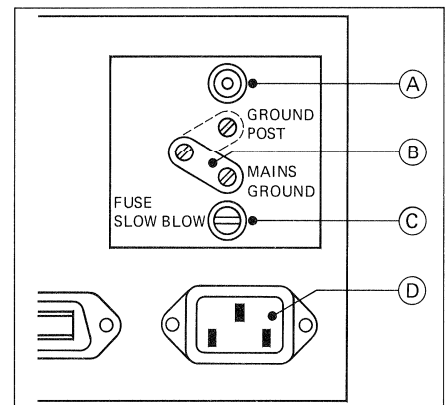

Fig. 2.4
Die Geräte-Erde kann wahlweise auf Studio-Erde (GROUND POST) oder Netz-Erde (MAINS GROUND) geschaltet werden. Es wird empfohlen auf Studio-Erde zu schalten; der Anschluss erfolgt an der Bananenbuchse (A) (Fig. 2.4).
- (A) Erdanschluss (Bananenbuchse)
- (B) Erdschiene
- (C) Netzsicherung
- (D) Netzanschluss
The equipment can be grounded by manually connecting the ground either to studio earth (GROUND POST) or to MAINS GROUND. It is recommended to operate the unit in GROUND POST position. Connection is established via banana socket (A), (Fig. 2.4).
- (A) Ground connection (banana socket)
- (B) Ground bus bar
- (C) Mains fuse
- (D) Mains plug